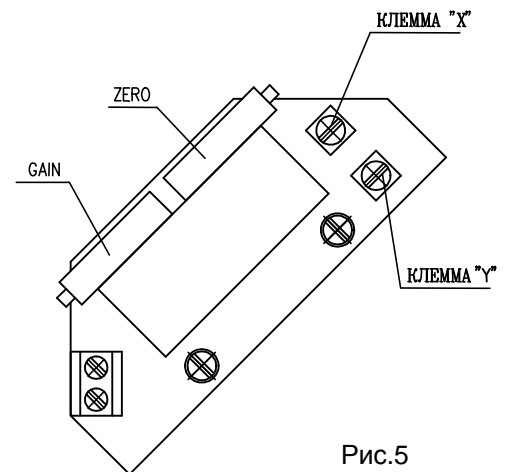

Рис.5
### 4.6.1 EPV - 2-проводниковое включение (рис.5,5а)
- Установте омический датчик на основании инструкций в предыдущей главе так, что омическую величину.измеряйте на клеммах X-Y или R-R (рис.5,5а) (употреблен датчик с омической величиной 100Ω).
- Поворачиванием устанавливающего триммера **GAIN** или **B** (рис.5) установите величину выходного сигнала тока, измеряемого на клеммах 81-82, на величину **20 мА**.
Рис. 5а